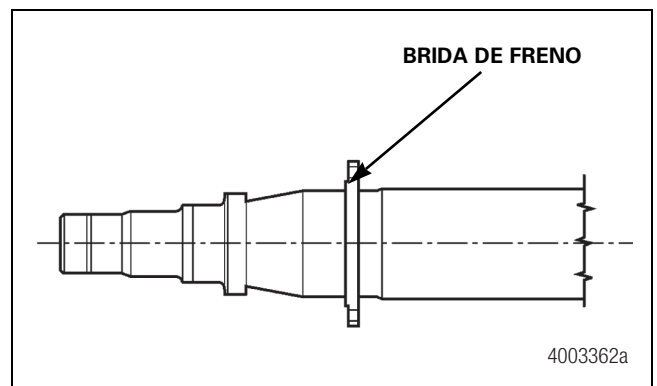

Figura 13.17
7. En algunos modelos de eje, los frenos instalados en la unidad, usados frecuentemente en ejes motrices, se unen al eje del semirremolque atornillando la araña a una brida de freno. Figura 13.17.